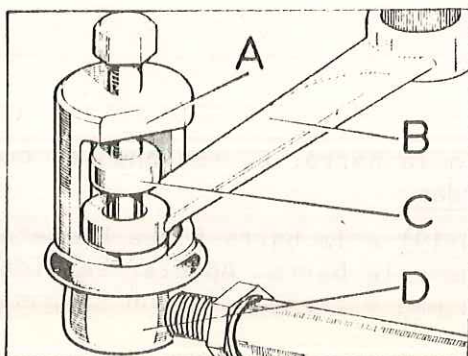
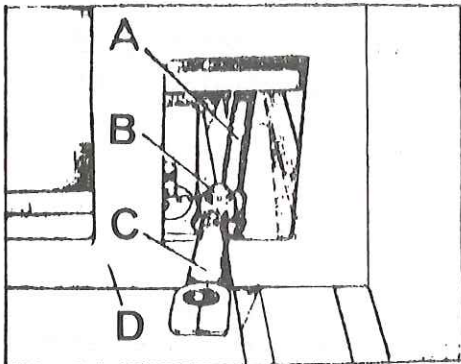

Fig. G-17 Desmontaje de la rótula
Fig. G-18 Extracción de la barra longitudinal
1.5. Utilizando el extractor especial 600590, separar la rótula, D, (Fig. G-17) de la bieleta, B, y retirar la barra longitudinal, A (Fig. G-18) a través de la calandra del radiador, B.